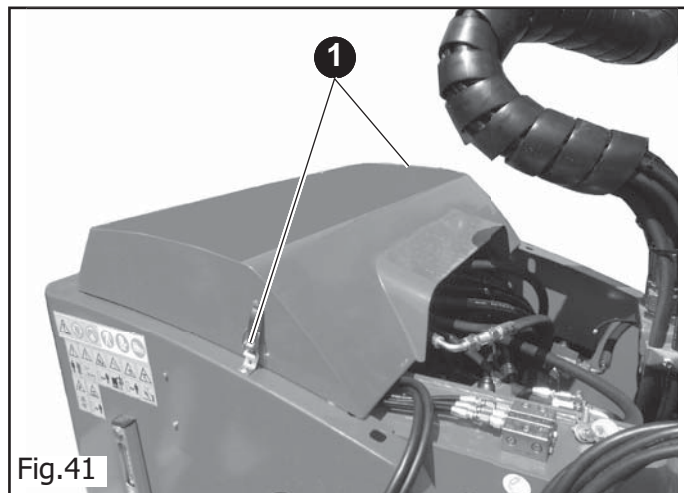

Fig.41
- Décrocher les deux butées de sécurité du carter. (1 Fig.41)
- Bloquer les butées de sécurité. (1 Fig.41)